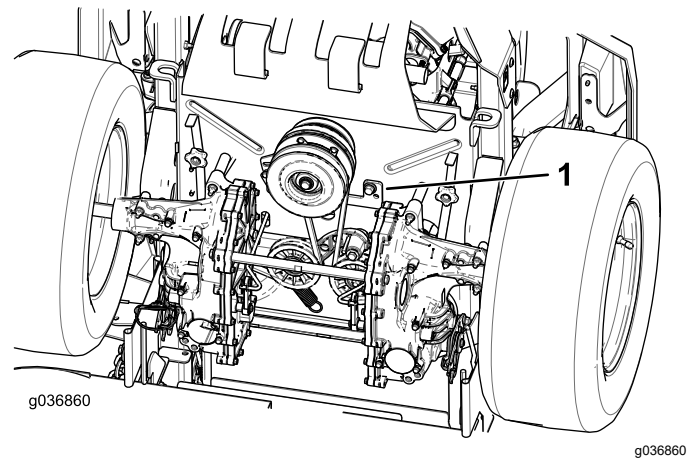

Figure 78
5. Déposez la butée d'embrayage (Figure 78).
9. Reposez la butée d'embrayage (Figure 78).